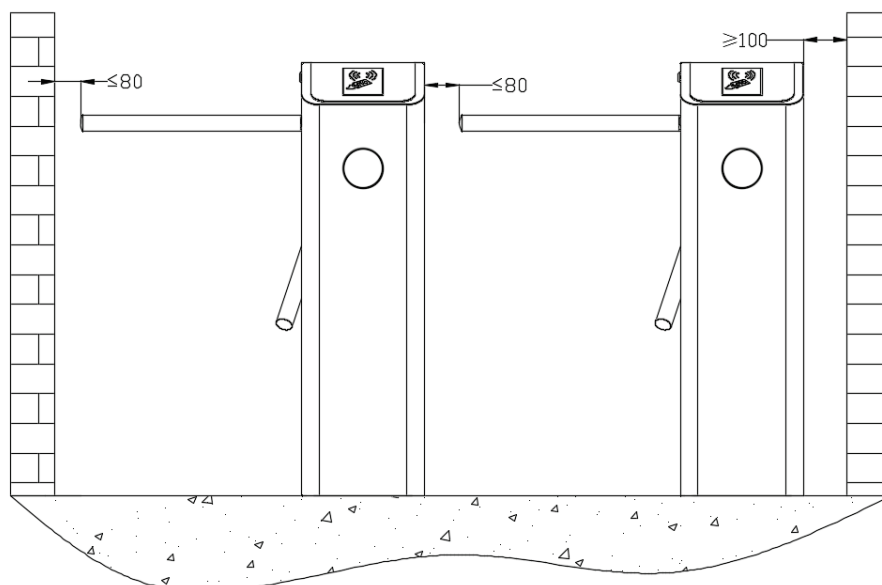

Figura 3-1
Se sugiere instalar un marco auxiliar o una cerca para formar un pasillo, como se muestra en la Figura 3-1.
2. El espacio al final del brazo no será superior a 80 mm (ver Figura 3-1).